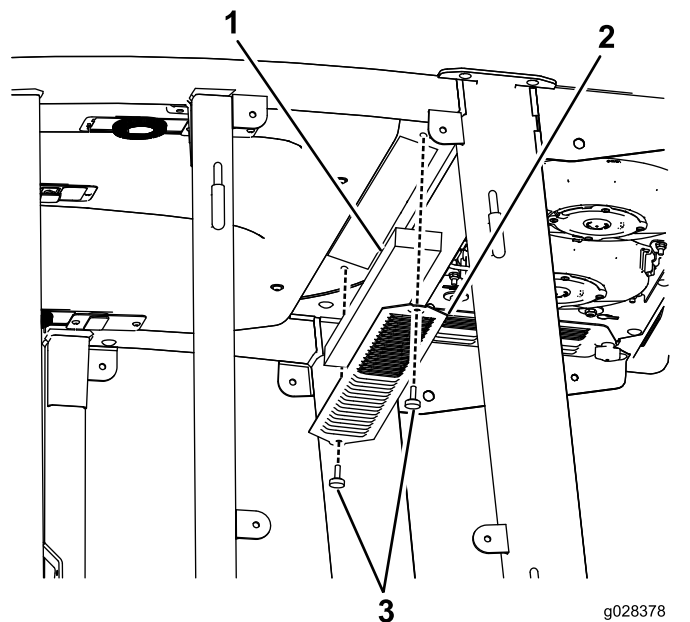
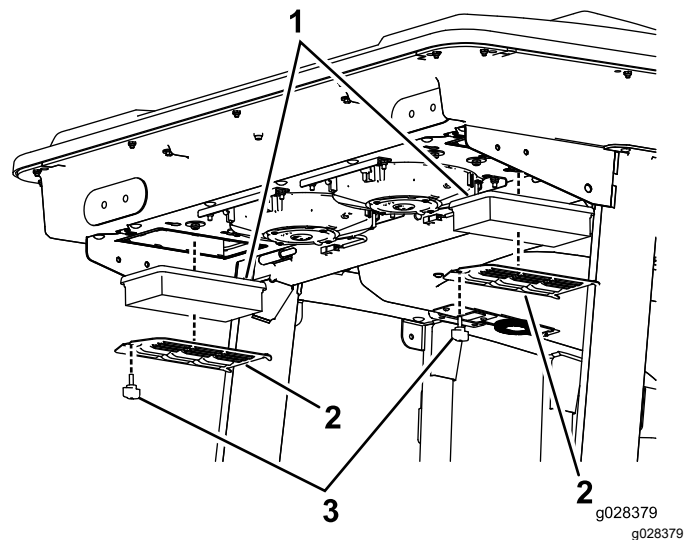

Figura 134
Figura 135
1. Retire los tornillos y las rejillas que cubren el filtro interior y el trasero de la cabina (Figura 134 y Figura 135).